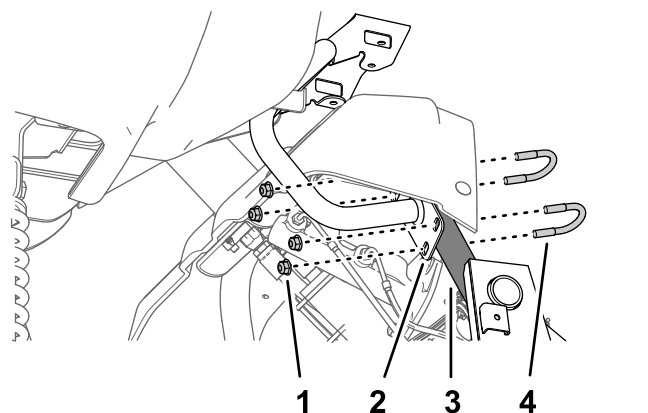

Figura 161
3. Monte la placa del soporte del monitor en el tubo del chasis de la máquina (Figura 161) con las 2 abrazaderas y las 4 tuercas con arandela prensada (5/16").